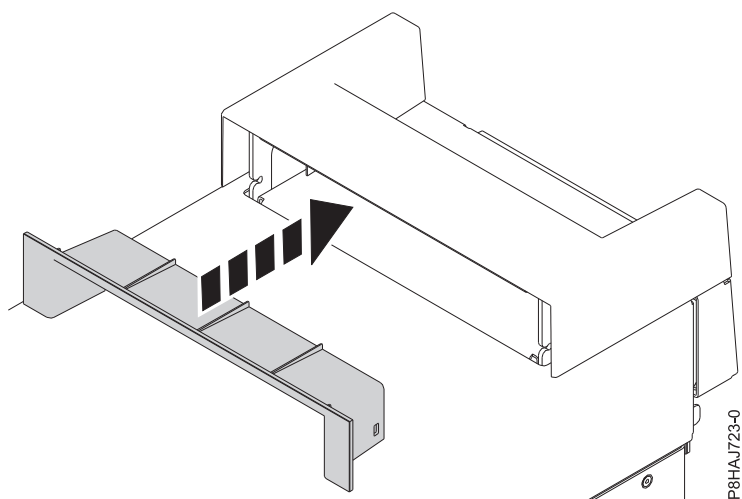

図 35. 8286-41A スタンドアロン・システムのハンドル・カバー内の断片の差し込み
2. ハンドル・カバーの断片をしっかりとハンドル・カバーに押し込んで、断片をハンドル・カバー内に差し込みます (56 ページの図 35 を参照)。